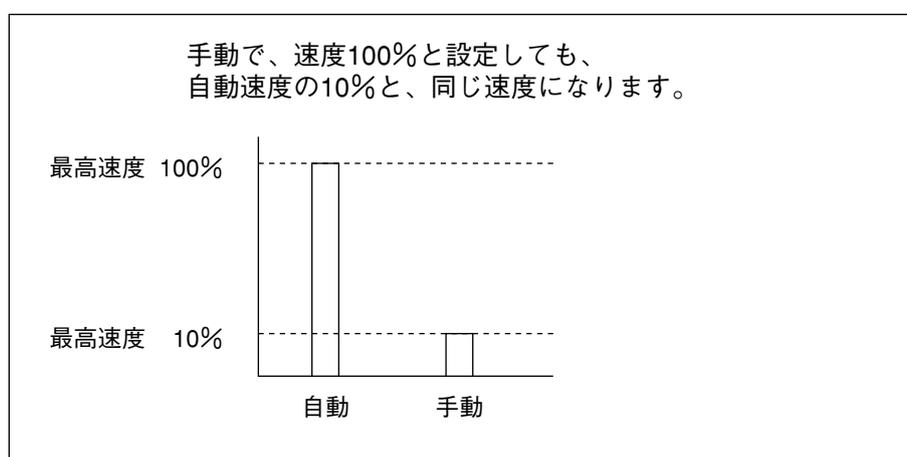

図2-13 自動モードと手動モードのときの速度100%の違い
- ①電源を入れたあとの速度の初期値は0%となっています。
- ②手動モードでは設定した速度に対し、さらに10%に減速されます。(図2-13参照)
- ③速度を設定すると、速度の二乗を100で割った加速度が自動的に入力されます。例えば速度20%を設定すると、加速度は4%が設定されます。